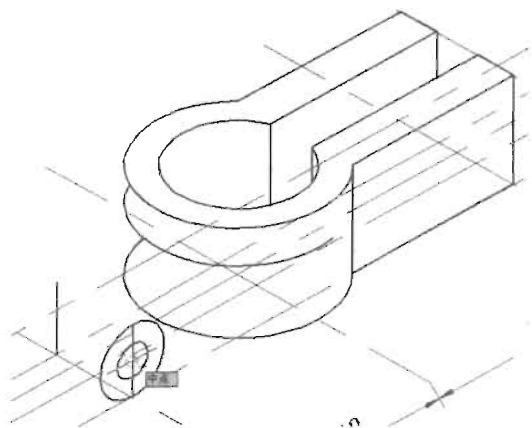

图 11-74
(11) 切换到右视平面，以上一步绘制的线段的中点为圆心绘制两个等轴测圆，直径分别为 17mm 和 8.5mm，如图 11-74 所示，命令执行过程如下。
指定等轴测圆的圆心: //捕捉如图 11-74 所示的中点